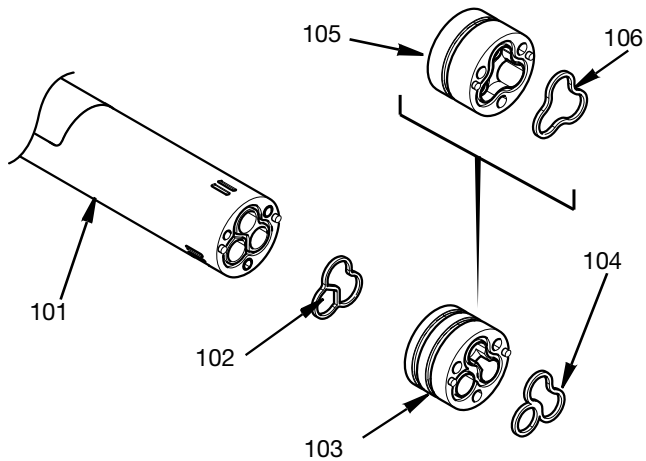

FIG. 13
- Si nécessaire, retirez le joint inférieur à un matériau (106) ou le joint inférieur à deux matériaux (104). L'adaptateur à un matériau (105) ou l'adaptateur à deux matériaux (103) et le joint de l'adaptateur (102) peuvent maintenant être retirés. Voir FIG. 13.